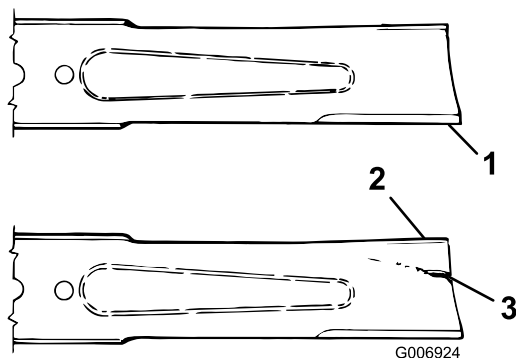

Figura 102
4. Se verificar que esta zona se encontra desgastada (Figura 102), substitua a lâmina; consulte Manutenção da plaina da lâmina (página 69).
Se a lâmina continuar a sofrer este tipo de desgaste irá formar-se uma ranhura entre a aba e a parte plana da lâmina (Figura 102). Eventualmente, pode soltar-se algum pedaço da lâmina e projetar-se, ferindo-o a si ou a qualquer pessoa próxima.
3. Examine cuidadosamente as extremidades da lâmina, prestando especial atenção à zona onde se encontram as partes curvas e planas da lâmina (Figura 102).